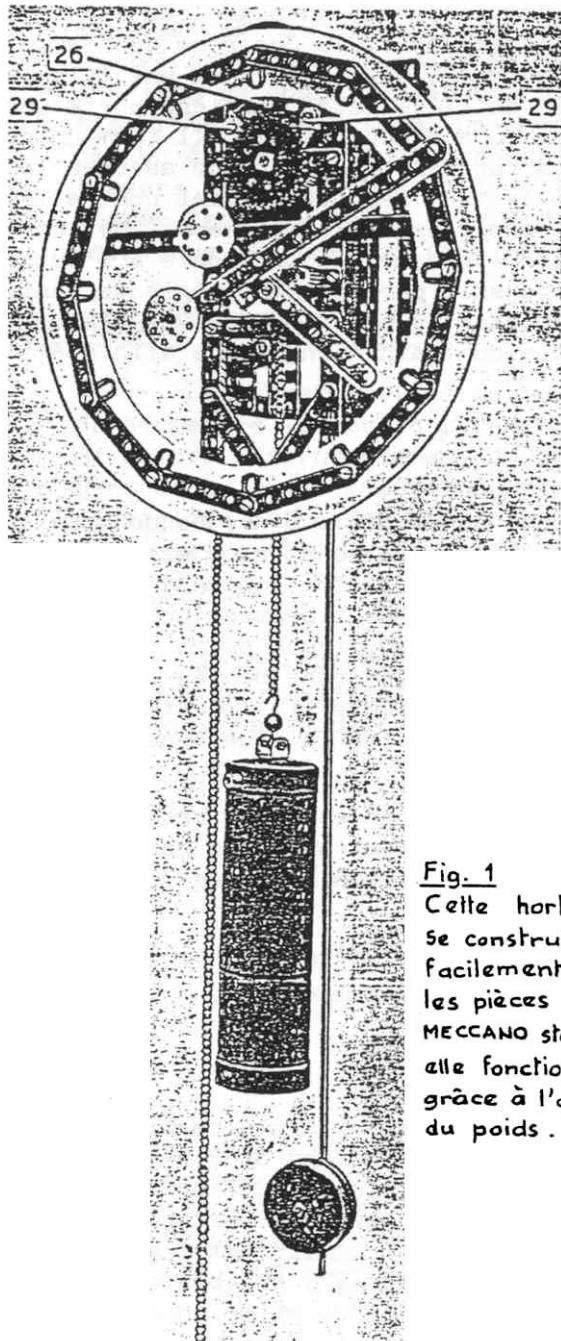

Fig. 1
Deux équerres (29) sont fixées sur la bande incurvée épaulée (26), dans les positions indiquées aux fig. 1 et 2.
Le devant de l'horloge est constitué de douze bandes de 6 trous boulonnées sur un anneau de carton blanc comme le montre la fig. 1, et de supports plats maintenus par des boulons qui rassemblent les bandes entre elles. Le devant est boulonné sur des équerres renversées de 12 mm fixées sur la bande (7) et sur la bande de 7 trous entre les extrémités inférieures des cornières (1).